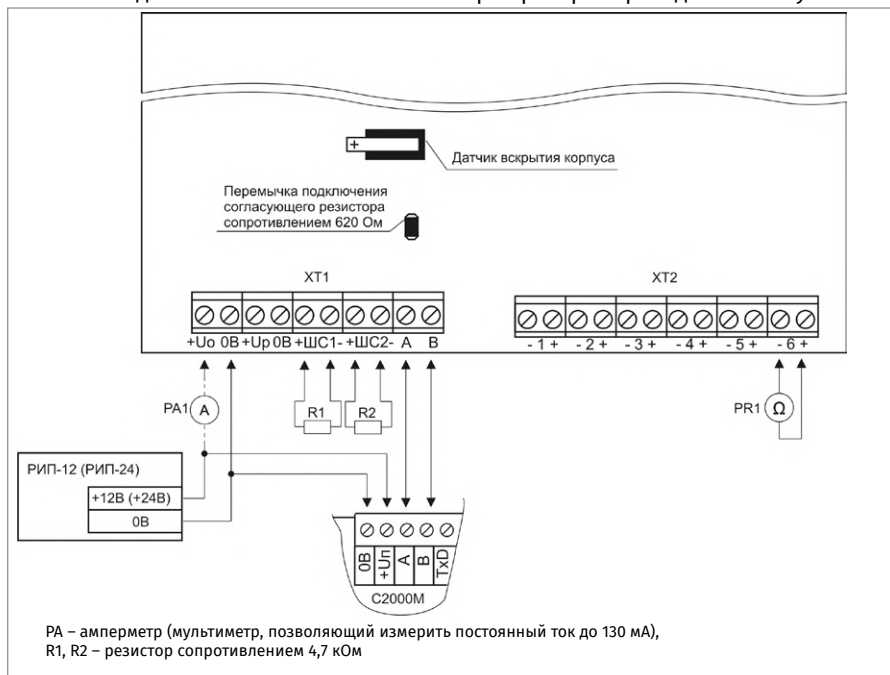

Рисунок 12. Схема подключения блока «С2000-КПБ» при проверке
2. Схема подключения блока «С2000-КПБ» при проверке приведена на Рисунок 12.